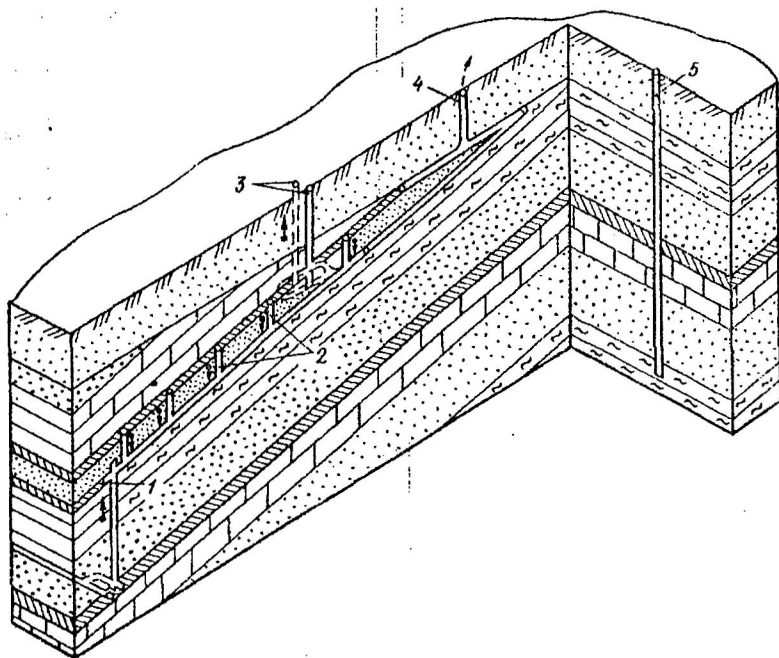

Рис. 5.1. Вертикальные горные выработки:
По положению в земной коре подземные выработки могут быть вертикальными, наклонными и горизонтальными. Расположение горных выработок в пространстве, их названия и назначение рассмотрим на рис. 5.1 – 5.5.
**Вертикальные горные выработки.** К ним относят ствол, шурф, гезенк, слепой ствол, скважину (см. рис. 5.1).